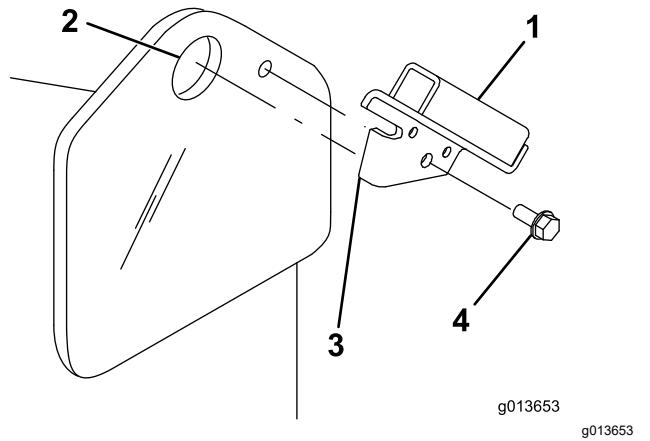

Figure 3
2. Fixez le support au cadre à l'aide d'une vis autotaraudeuse (Figure 3).
1. Insérez la languette du support d'écran de protection dans le trou du point de levage sur le groupe de déplacement, en alignant le trou du support et le petit trou dans le cadre du groupe de déplacement (Figure 3).
Remarque: Il y a un support droit et un support gauche. Veillez à monter le support correspondant à chaque côté. La languette doit être engagée dans le trou du point de levage et le support doit se trouver à l'extérieur du cadre (Figure 3).